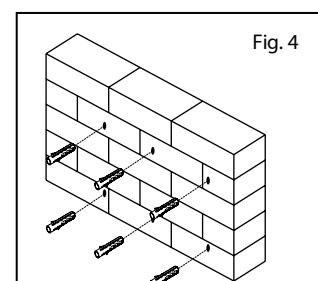

Fig. 4
4. Inserire un tassello di cemento (C) in ogni foro in modo che sia a filo con la superficie del cemento (vedere Fig. 4). Se necessario, è possibile utilizzare un martello per battere leggermente i tasselli in posizione.